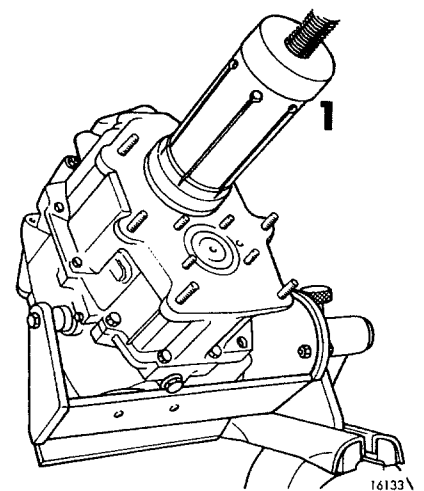

Fig 07–24. Demontering av lager
15. Avser arbetet reparation eller utbyte av detaljer i växellådan som inte berör lager, utgående axel eller dylikt där måttet "A" enligt fig 07–44 inte kommer att påverkas, skall avståndet kontrolleras enligt figuren för att underlätta monteringen. Avståndet skall vara $53,3 \pm 0,1$ mm.